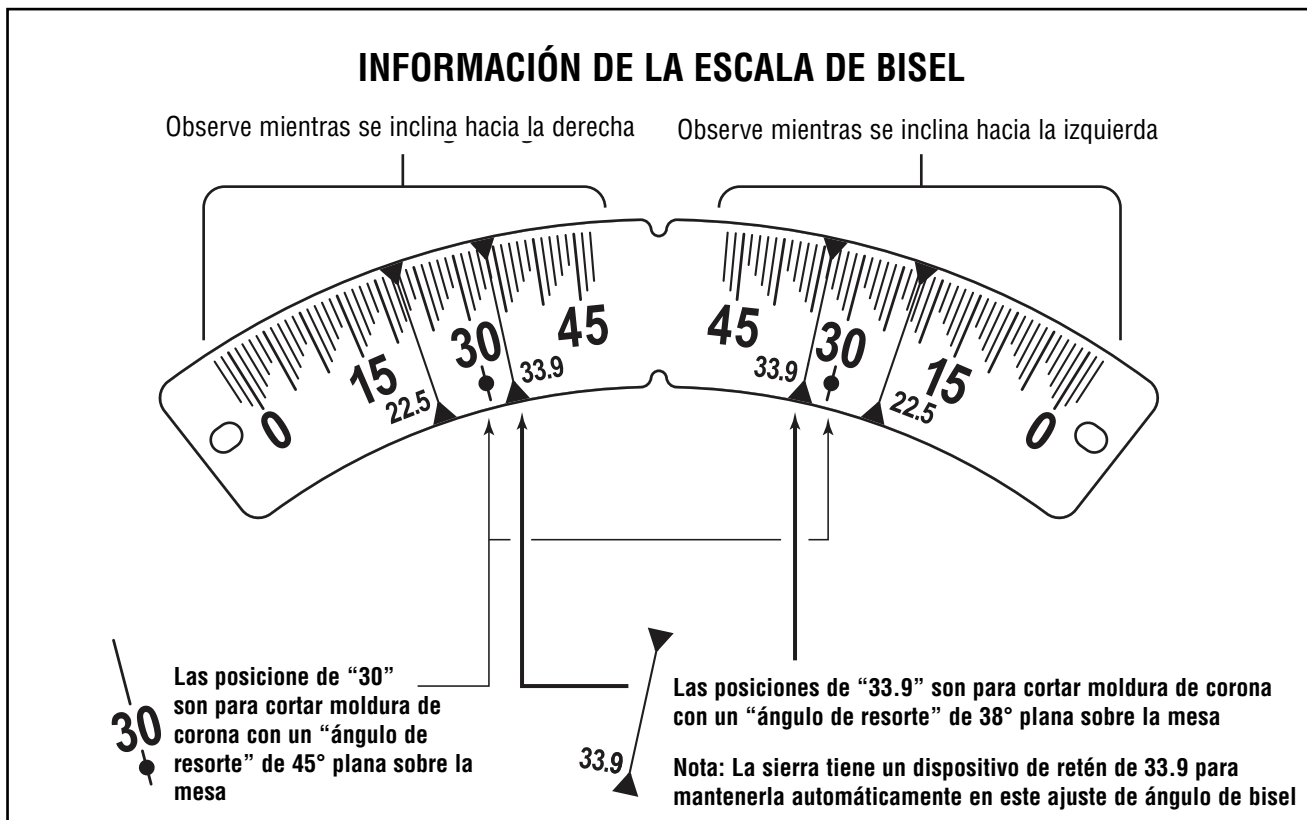

Figura 48. Información de la escala de bisel
- La escala de bisel está dimensionada y posicionada para facilitar su lectura. Vea la figura 48.